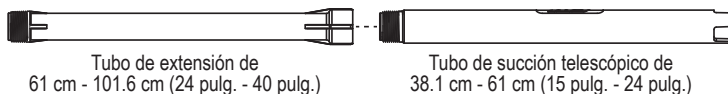

Figura 2
AVISO: Esta bomba ha sido diseñada para montarla directamente en un adaptador de tanque hembra de 5.08 cm (2 pulg.) estándar. Aplique cinta de sellado de roscas, o un compuesto de sellado de roscas aprobado para uso con combustibles de petróleo, en las roscas del tubo de succión (vea la Figura 2), y apriete firmemente el tubo de succión en el orificio de entrada de la bomba.
4. Conecte juntas las dos piezas del tubo de succión (si es necesaria la pieza de extensión de 61 cm - 101.6 cm [24 pulg. - 40 pulg.]) (vea la Figura 2), asegurándose de aplicar en las roscas 3 a 4 vueltas de cinta de sellado de roscas o un compuesto de sellado de roscas aprobado para uso con combustibles de petróleo.